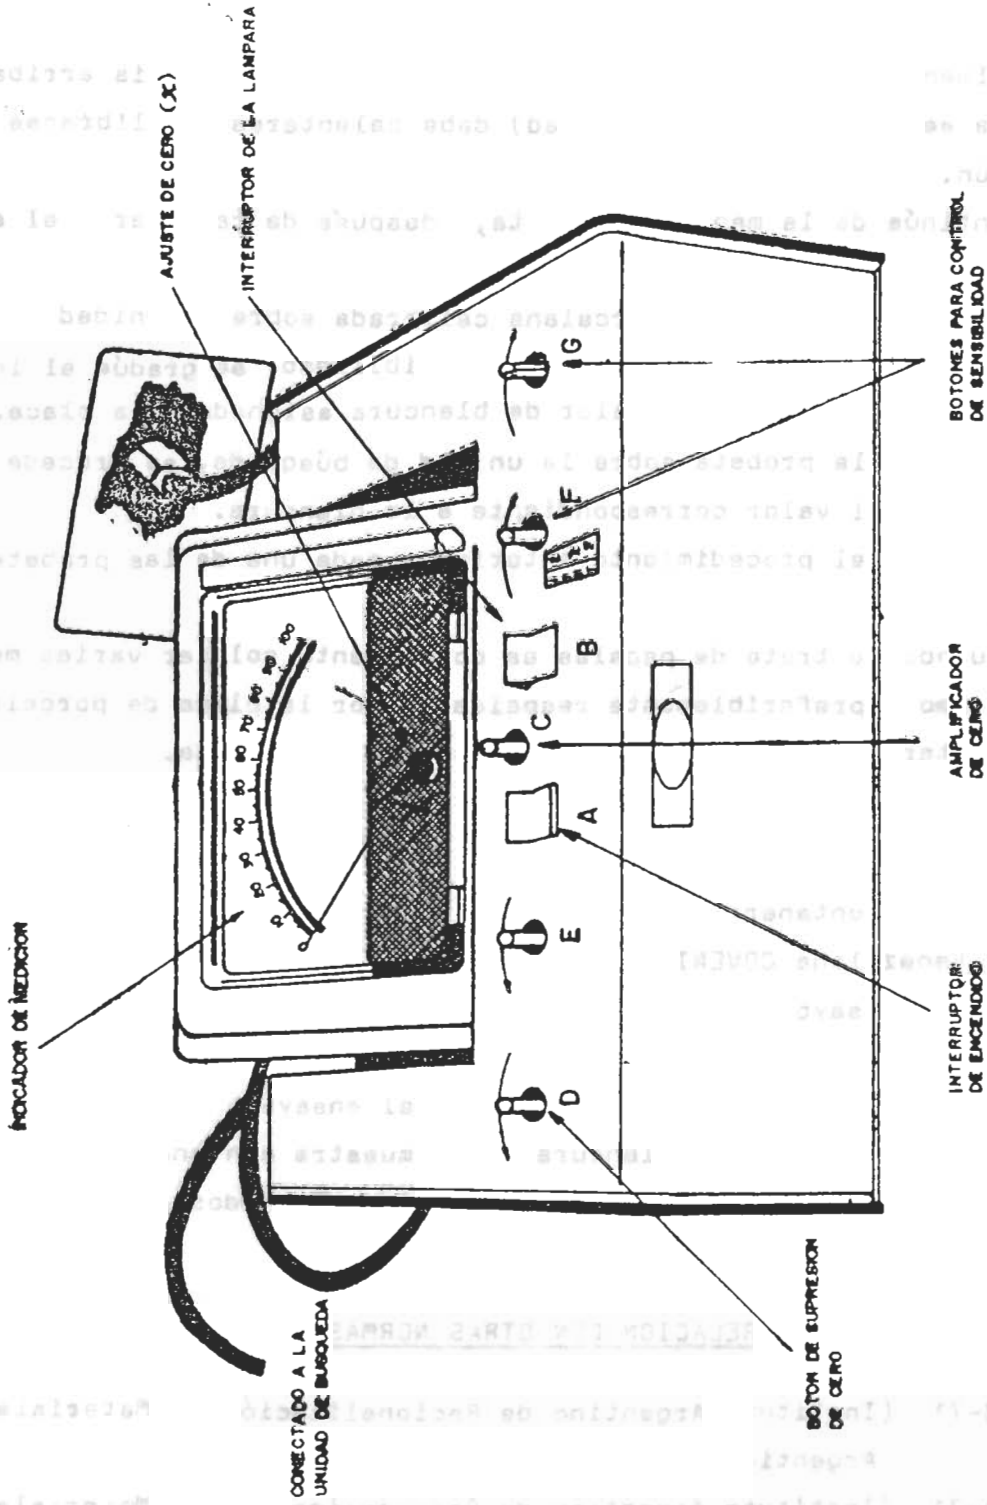

FIG.1.
4.1.1 Reflectómetro (Fig.1) el cual consta de: